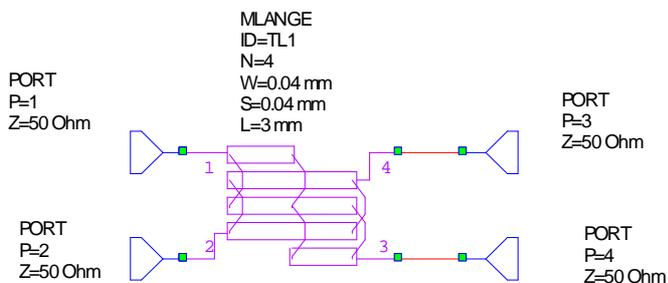

Рис.2
4.3.2 Рассчитать 3 дБ направленный ответвитель на связанных линиях (Ланге) с центральной частотой 10 ГГц. Параметры подложки  $h = 0.5$  мм,  $\epsilon = 10$ , Рис.2